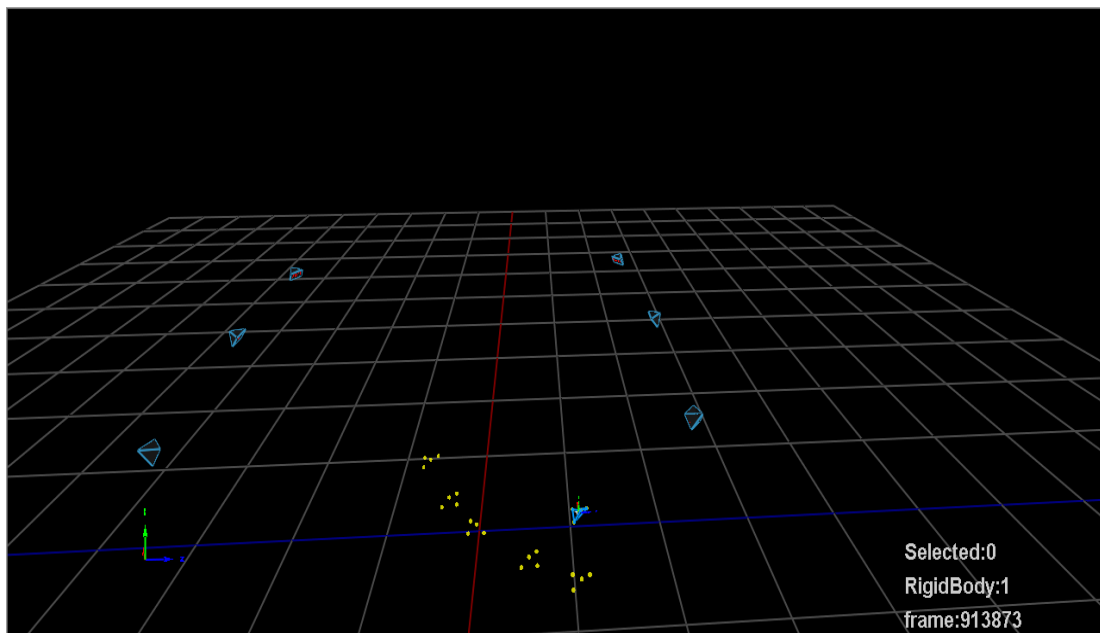

图 1.1.17 单个刚体创建完成界面
(3) 然后点击鼠标右键，创建刚体。如下图 1.1.17 所示，形成有颜色的立体图代表刚体创建成功。刚体调整方式便捷，可通过直接输入数值或拖动鼠标方式进行刚体调整。